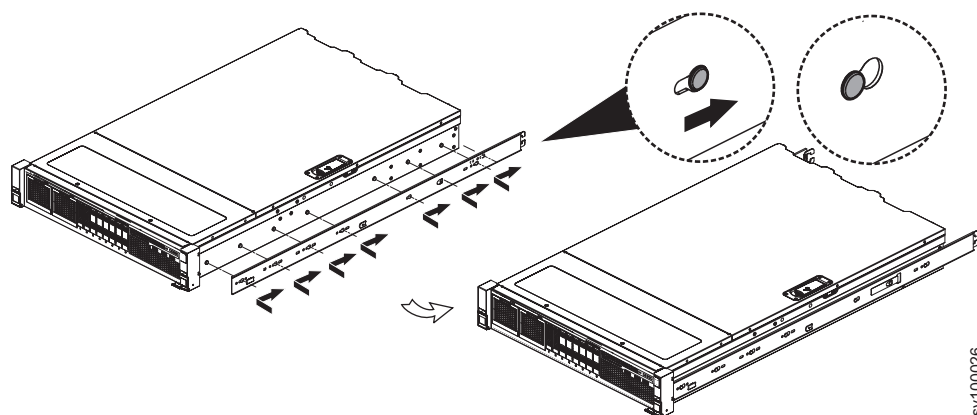

Figure 20. Fixation de l'élément de glissière interne au châssis
4. Installez l'élément interne de la glissière sur le châssis. Aucune vis n'est requise. Faites correspondre les trous de l'élément interne sur les têtes des broches du côté du dispositif, puis faites coulisser la glissière vers l'arrière du dispositif pour verrouiller, comme indiqué sur la figure 20.